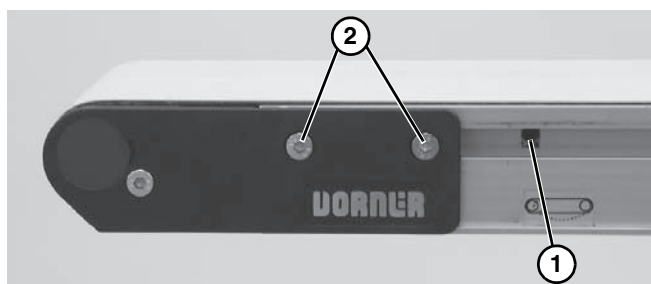

Figure 7
- Mit einem 5 mm Inbusschlüssel Antriebsritzel (**Figure 7, item 1**) drehen, um den Fördergurt zu spannen. Befestigungsschrauben (**Figure 7, item 2**) auf beiden Seiten des Förderers mit einem Drehmoment von 9 Nm (80 in-lb) anziehen. Was die richtige Spannung betrifft, siehe "Conveyor Belt Tensioning" on page 12".